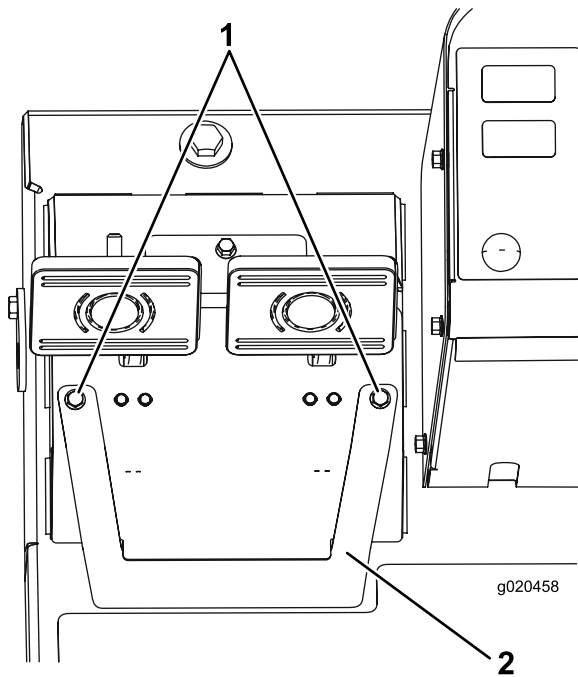

Figura 69
- A. Afloje los 2 tornillos de montaje y retire la tapa de ajuste de los frenos (Figura 69).